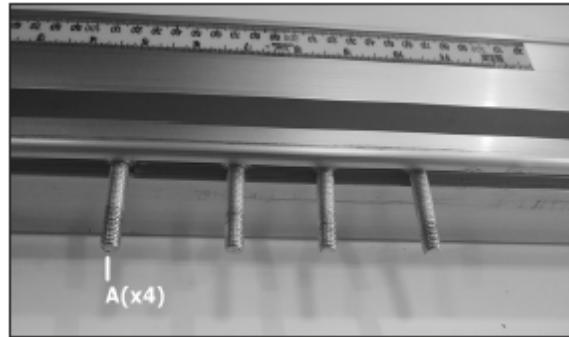

Рис. 19
1. Вставить четыре болта M8 x 35 (рис. 19, А) в паз передней направляющей.